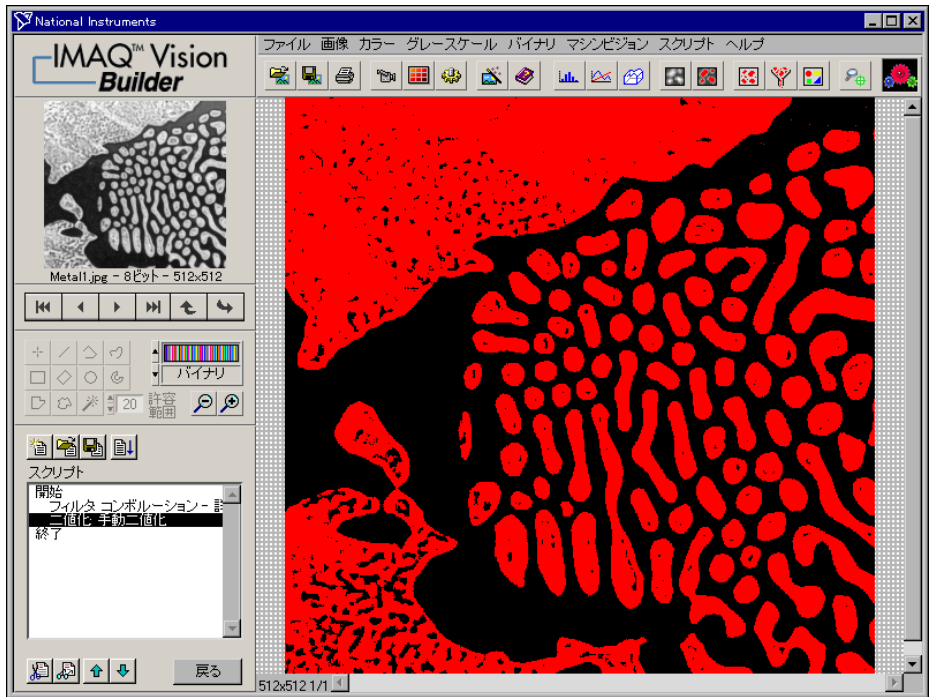

図 3-3 二値化により粒子と背景を分離する
4. **OK** をクリックしてしきい値を適用し、この手順をスクリプトに追加します。図 3-3 は、バイナリ画像を示しています。処理するために選択したピクセルは、赤く表示されます。選択しなかったピクセルは、黒く表示されます。